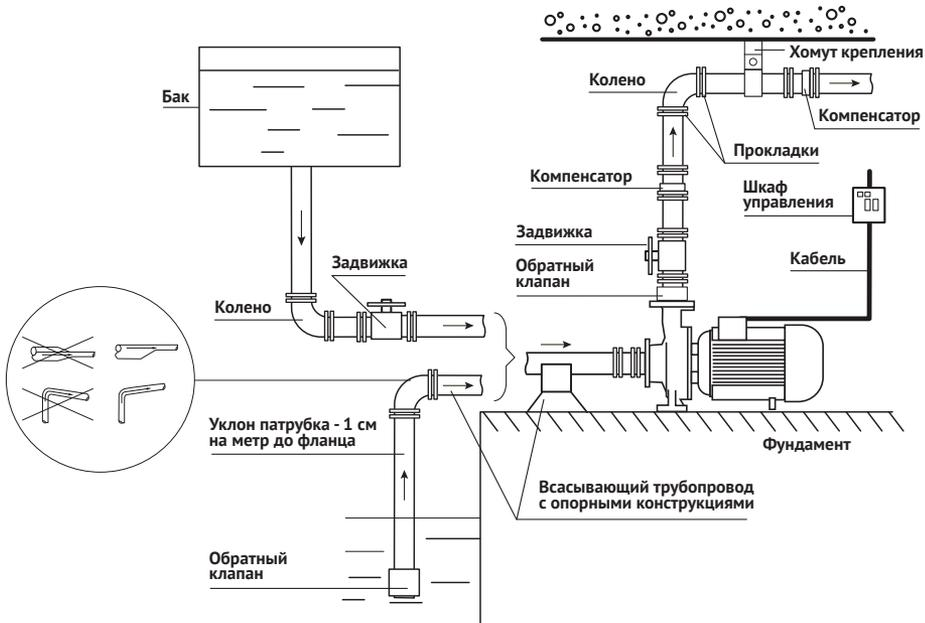

Рисунок 4 – Типовая схема монтажа
- 1 Для всасывающего трубопровода (см. рисунок 4) следует использовать жёсткие металлические трубы. Также рекомендуется применять гибкие металлорукава или компенсаторы для предотвращения передачи вибраций между насосом и трубопроводом.